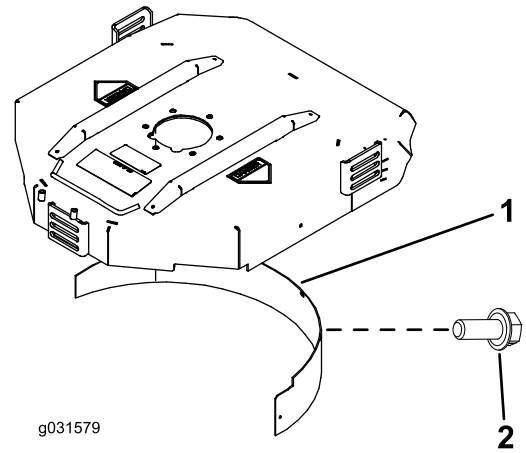

图 9
2. 将碎草隔板装入后开口内并使用 5 个凸缘头螺栓进行固定 (图 9)。